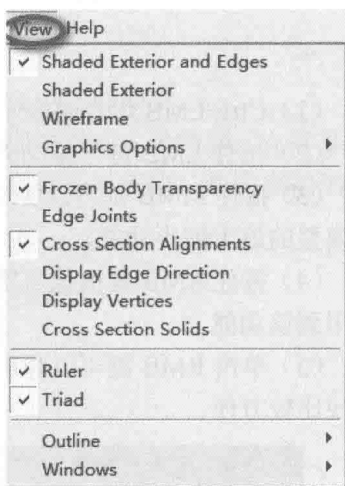

图 1-9 View 子菜单
- (5) View: 用于显示模型的显示工具, 如图 1-9 所示。